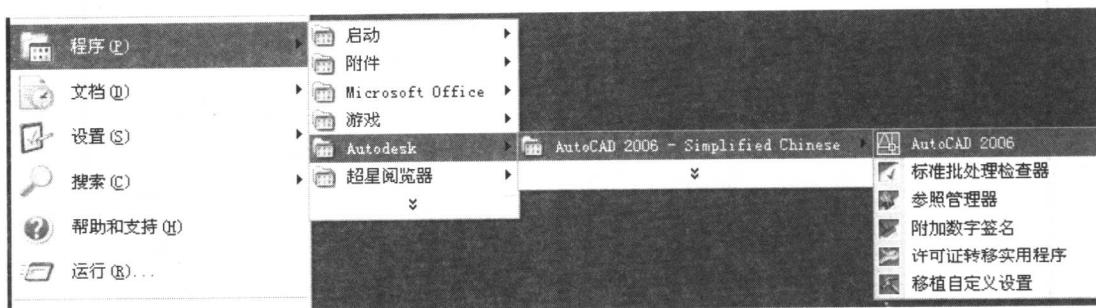

图 1.1 从程序中打开 AutoCAD 2006
- (1) 使用桌面快捷方式启动 双击桌面上 AutoCAD 2006 快捷图标。
- (2) 使用“开始”菜单启动 执行“开始”→“程序”→“Autodesk”→“AutoCAD 2006-Simplified-Chinese”→“AutoCAD 2006”(见图 1.1)。